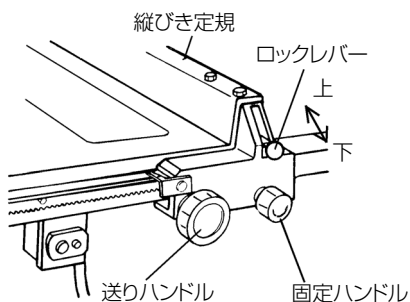

図 31
- (1) ① ロックレバー(図31参照)を上へ上げておきます。
② 固定ハンドル(図31参照)を左にまわしてゆるめておきます。
③ フロントブラケットに縦びき定規の溝を合わせます。
④ 送りハンドル(図31参照)を手前に引きながら矢印方向にさし込みます。
- ① ロックレバーを上へ上げます。
- ② 固定ハンドル (図 31 参照) を締付けます。
- ③ 縦びき定規後側の 5 mm ナットを手持ちの 8 mm スパナで 4 ~ 5 回転、左にまわします。